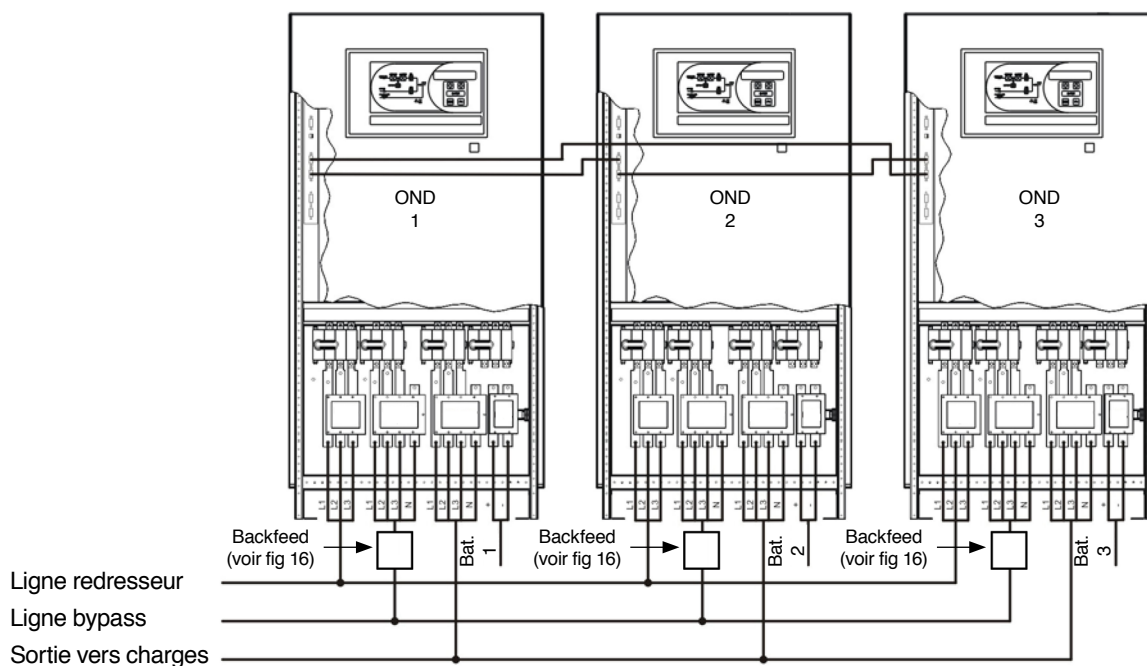
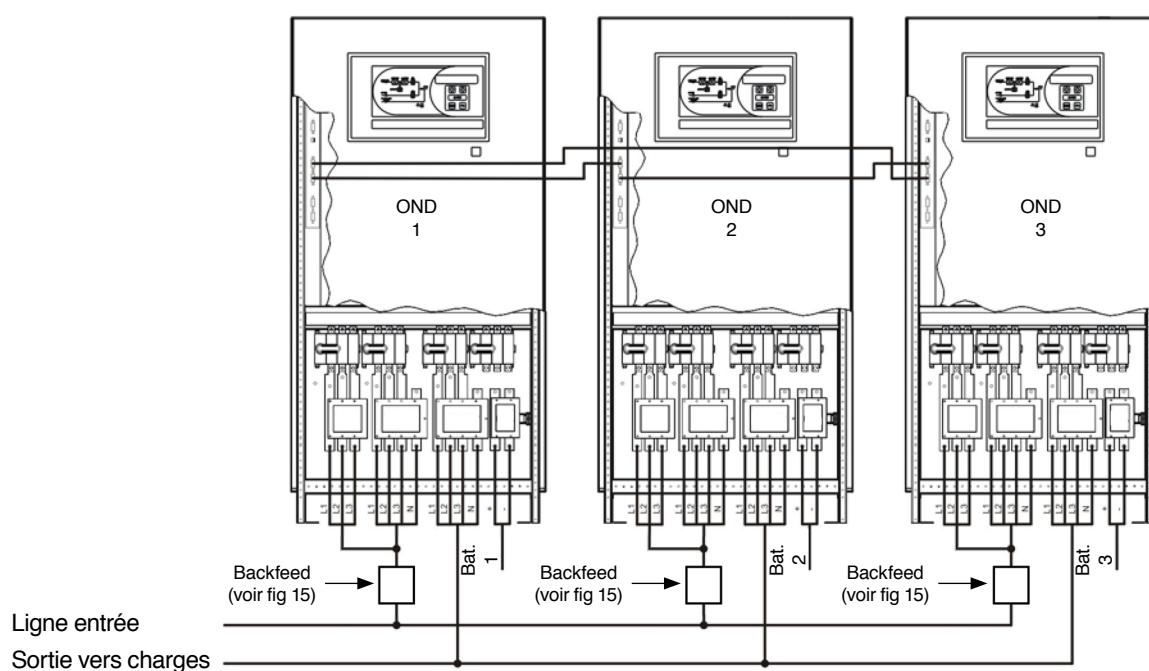

Fig. 23. Exemple connexion 3 OND XTRA-P 100 \hat{I} 160 kVA, avec réseau de bypass indépendant.
Fig. 24. Exemple connexion 3 OND XTRA-P-CB 100 \hat{I} 160 kVA.
- Sur les schémas des figures 23 à 26 est représenté comme exemple la connexion de trois équipements en parallèle de différentes puissances, avec les lignes d'entrée de redresseur et bypass indépendantes (voir fig. 23 et 25), et avec toutes les deux lignes alimentées par un seul réseau (voir fig. 24 et 26). Pour la connexion en parallèle des différentes unités référencées sur les antérieures figures ou bien de différentes structures de puissance, opérer en conséquence.